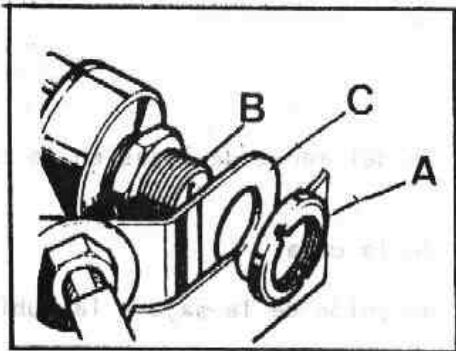

Fig. P-27 Interruptor de contacto y arranque
- 1.4. Soltar el anillo de cierre, A (Fig. P-27) y retirar el interruptor, B, del soporte, C.